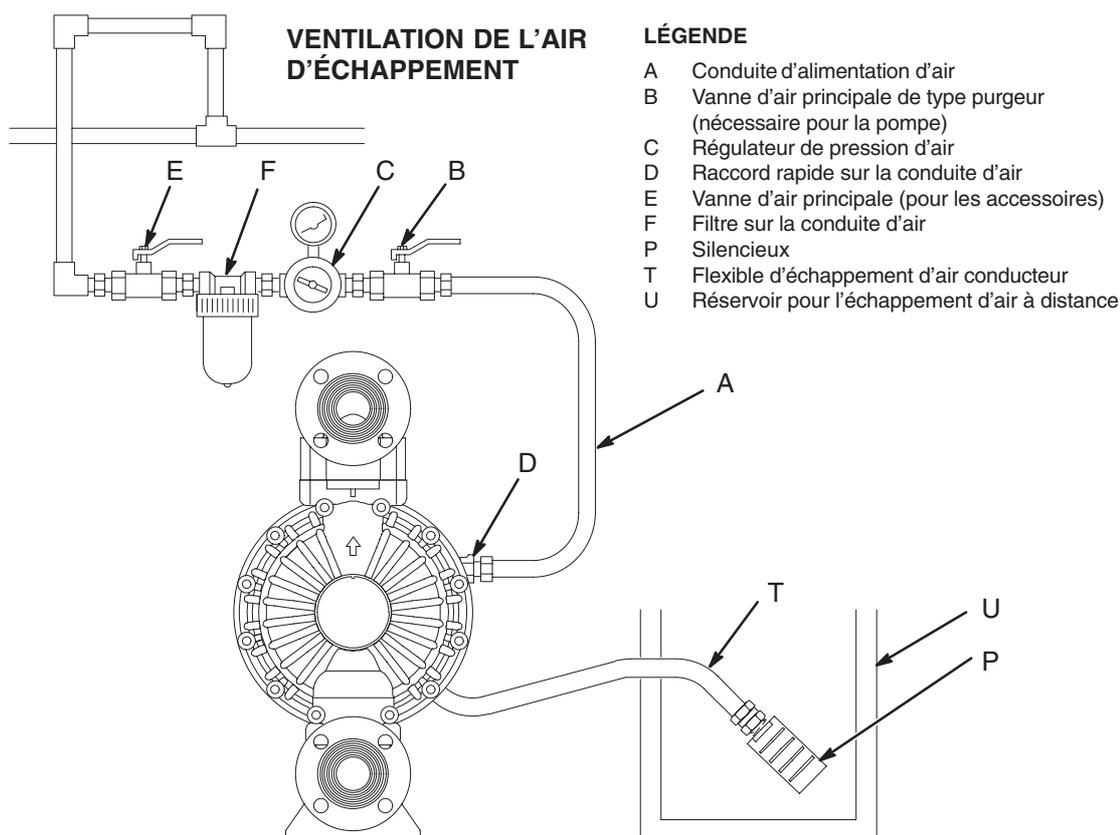

Fig. 6
Une membrane défectueuse provoquera l'échappement du produit pompé en même temps que l'air. Placer un réservoir approprié à l'extrémité de la conduite d'échappement d'air pour récupérer le produit. Voir Fig. 6.
1. Retirer le silencieux (P) de l'orifice d'échappement d'air de la pompe.
2. Installer un flexible d'échappement d'air conducteur (X) et raccorder le silencieux (P) à l'autre extrémité du flexible. Le flexible d'échappement d'air doit avoir un diamètre intérieur mini. de 19 mm (3/4"). Si un flexible plus long que 4,57 m est nécessaire, utiliser un diamètre supérieur. Éviter les angles trop aigus et les nœuds dans le flexible. Voir Fig. 6.
3. Placer un réservoir (U) à l'extrémité de la conduite d'échappement d'air pour récupérer le fluide en cas de rupture d'une membrane.